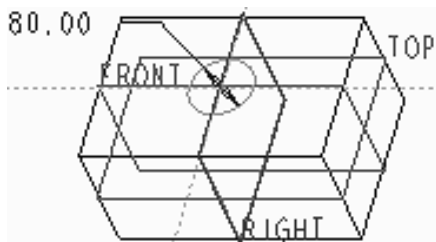
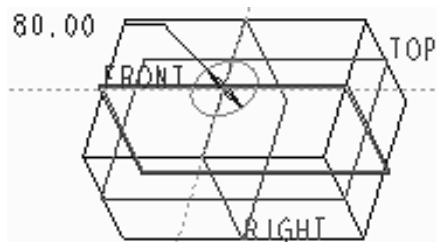

图 6-102 步骤 (1)、(2) 图形
图 6-103 步骤 (3) 图形
点选【是】按钮，打开菜单管理器，如图 6-101 所示。模型将回到拉伸 2 特征的草绘状态，该特征（及其后续特征）都不显示，如图 6-102 所示。如果点选【否】按钮，则显示模型的所有特征。
(1) 顶面（原草绘平面）呈红色，左下角提示  选择一个替代草绘平面。，点选 FRONT 基准平面为草绘平面后，RIGHT 面呈红色，如图 6-102 所示。
(2) 左下角提示  为草绘器选择一个替代竖直参考平面。，点选 TOP 基准平面为竖直参考面（与草绘平面垂直）。图样保持不变，仍是 RIGHT 面呈红色。
(3) 左下角提示  选择一个替代尺寸标注参考。，点选 TOP 基准平面后，FRONT 面呈红色，如图 6-103 所示。